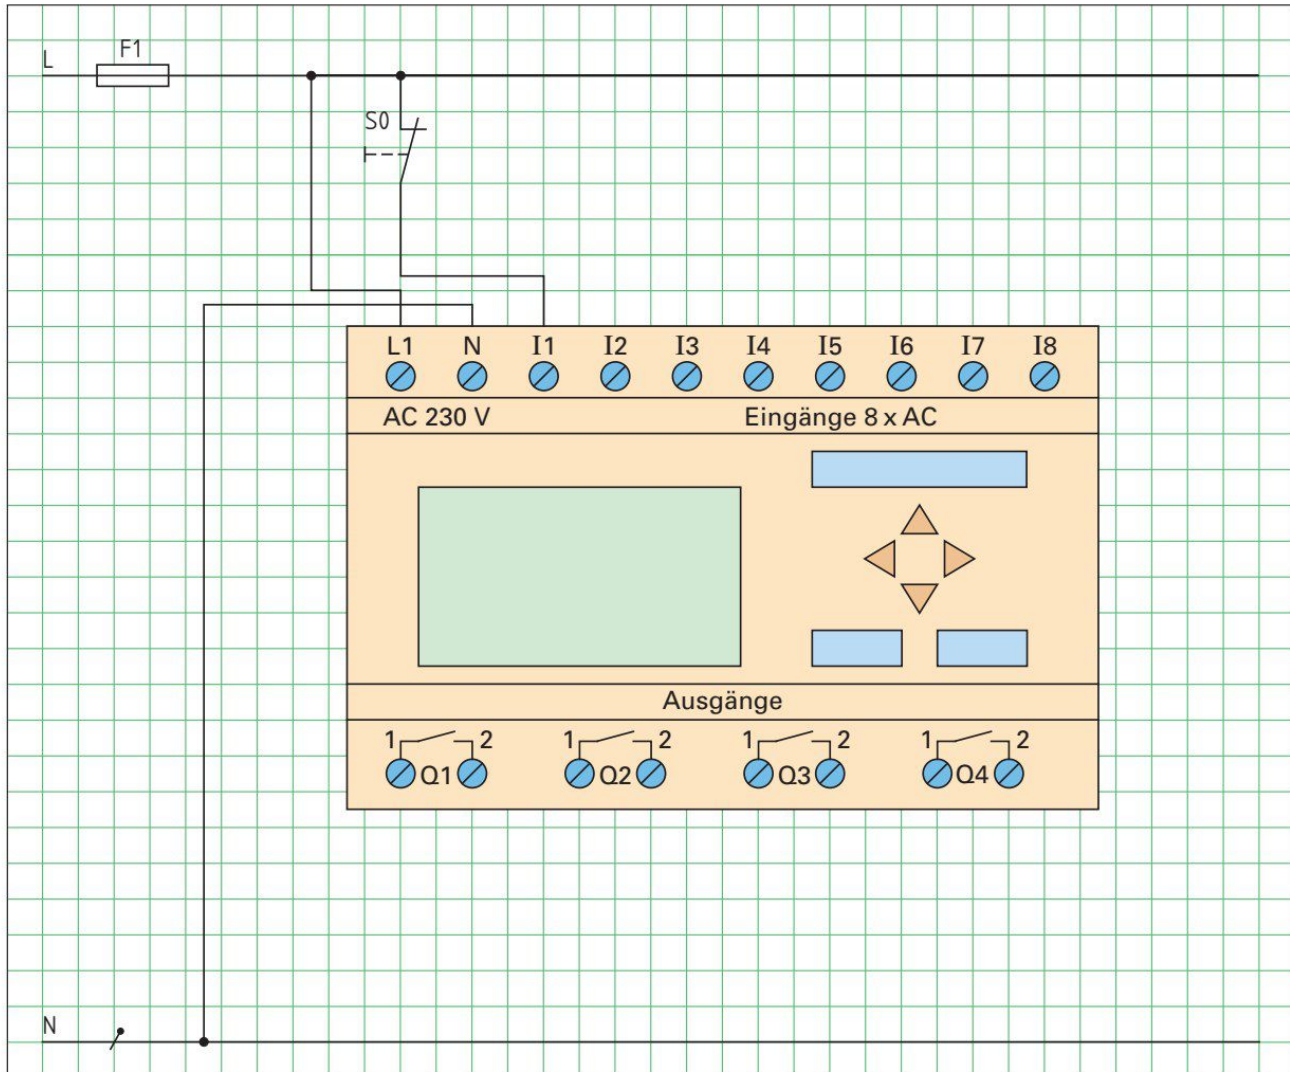

Bild 1: Beschaltung der Kleinsteuerung
- Vervollständigen Sie die Beschaltung der Kleinststeuerung (**Bild 1, Seite 112**) mit allen Betriebsmitteln der Zuordnungsliste (**Seite 118**) aus Teilaufgabe 4. Informieren Sie sich über die Anschlussbedingungen von Sensoren und Aktoren an den Ein- und Ausgängen eines Kleinststeuergerätes.